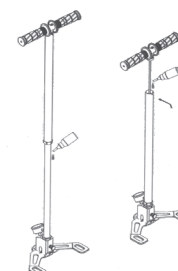

Imagen 7.4 • Aplique 2-3 gotas de aceite de silicona cuando el inflado se haga cada vez más difícil..
**Solución** (consulte la imagen 7.4): Utilice aceite de silicona para el mantenimiento.